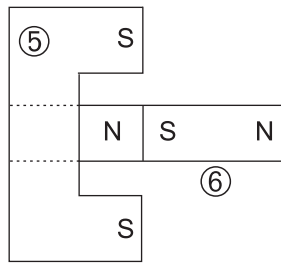

Fig. 2
Dans le modèle présenté ici, nous avons prolongé le pôle central (nord) de l'aimant par une pièce polaire cylindrique d'environ 5 cm de longueur ⑥, afin de rendre bien visibles les déplacements de la bobine (fig. 2).